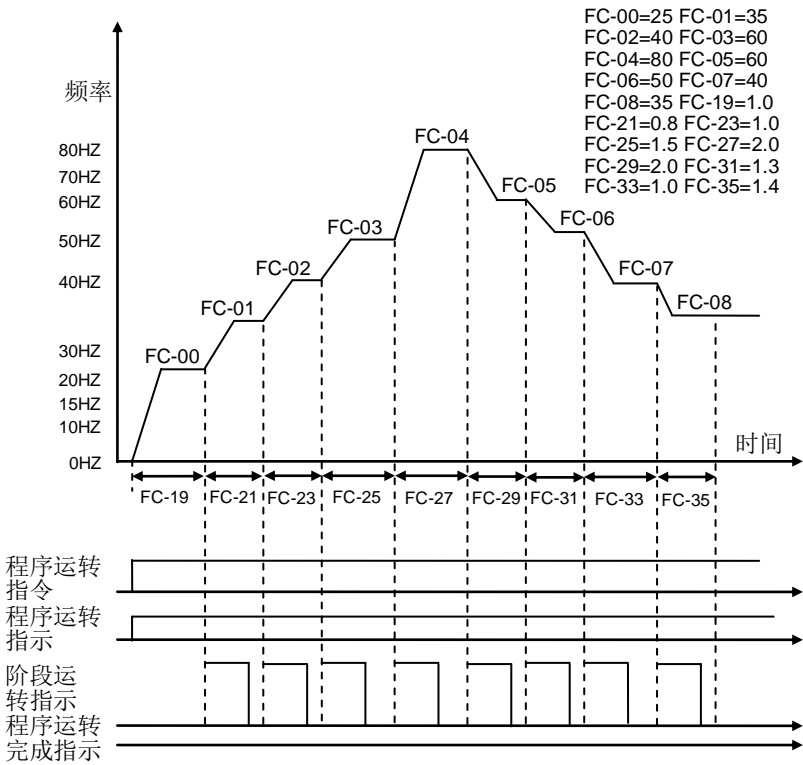

图 6-43A
- **动作说明:** 如图 6-43A 所示, 当 F0-02=1、FC-16=1、FC-17=9、FC-18=N 时, 变频器从第一段频率 (FC-00) 开始运行, 直到运行最后一段频率 (FC-08), 且一直按最后一段频率运行, 当接收到停止命令时停止运行。